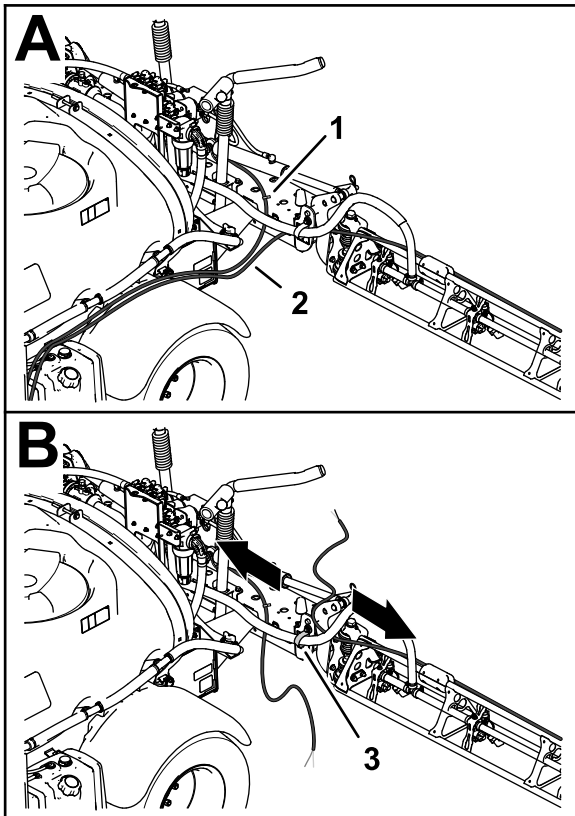

Bild 17
2. Schieben Sie die Schläuche für die Schaumdüsen am linken und rechten Sprühabschnitt nach hinten durch die R-Klemme in der Nähe des Drehpunkts für den Sprühabschnitt (Bild 17).